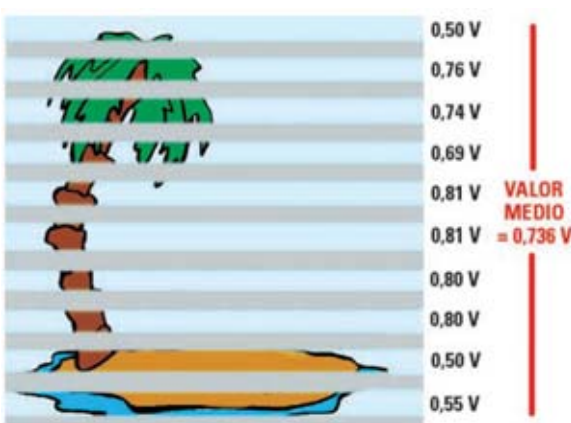

Fig.6 Si la imagen es estática, es decir carente de variaciones, los valores medios de la tensión calculada de cada línea y su valor medio total son constantes.
Si sumamos los valores de tensión presente en cada punto de una línea y dividimos el valor conseguido para el número de puntos presentes en la línea se obtiene un **valor medio de tensión** que correspondiente a esa **línea** en concreto, como se evidencia en la Fig.6. Si tomamos en consideración las **312,5 líneas** que componen un frame, es decir el barrido completo de una imagen vídeo, sumando los valores medios de cada línea y dividiendo el
Este valor permanece **constante** en todos los barridos siguientes siempre y cuando **no** se hayan producido **variaciones** en las imágenes captadas (ver Fig.6).
Fig.6 Conexiones del integrado LM.3914 capaz de controlar 10 diodos LED, tanto en escala continua (BARRA) o, como en nuestro caso, con un solo LED indicador iluminado (PUNTO). También se muestran las conexiones, vistas frontalmente y desde arriba, de la barra de 5 diodos LED. Como se puede observar, los **Ánodos (A)** son más largos que los **Cátodos (K)**.